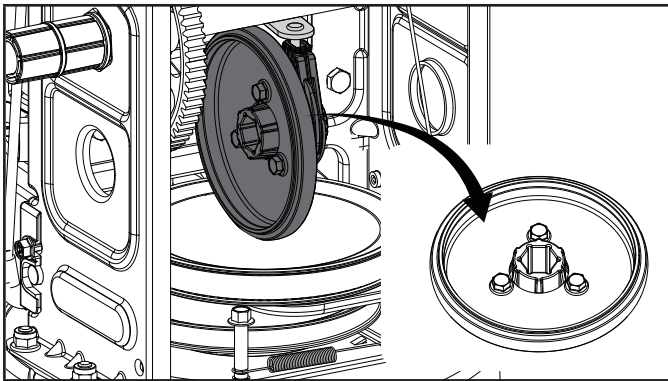

Figure 45
4. Retirez soigneusement l'écrou hexagonal M10 qui fixe l'arbre hexagonal au cadre de la souffleuse à neige (fig. 45).